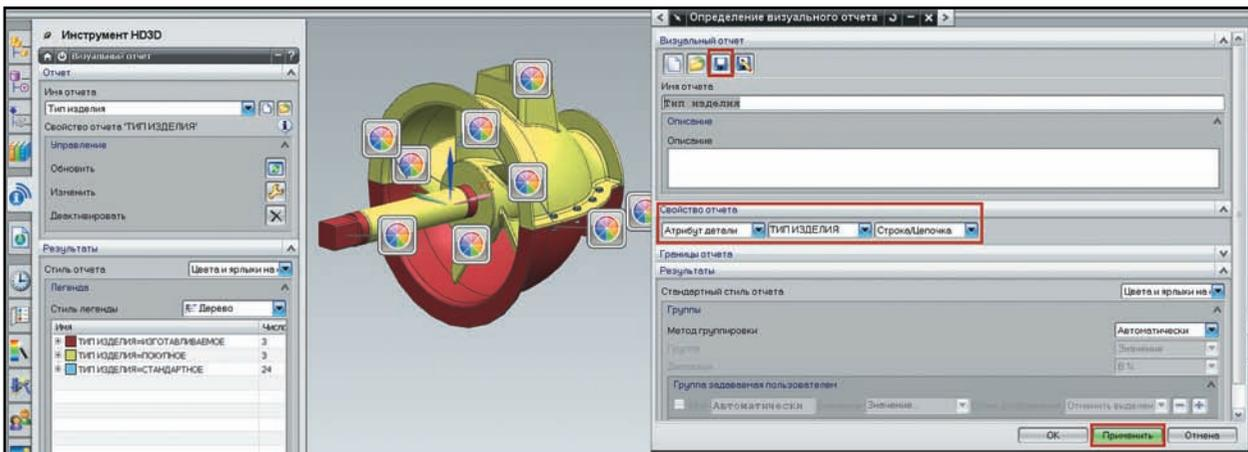

Рисунок 11.5. Создание визуального отчета
- Сохраните отчет, нажав кнопку **Сохранить отчет (Save Report)** в верхней части диалога, введите имя файла для сохранения, а затем нажмите **ОК** и выйдите из режима редактирования отчета. После чего нажмите кнопку **Активировать**, чтобы применить текущий отчет к загруженной сборке, или, не выходя из диалога редактирования, нажмите кнопку **Применить** (рис. 11.5).